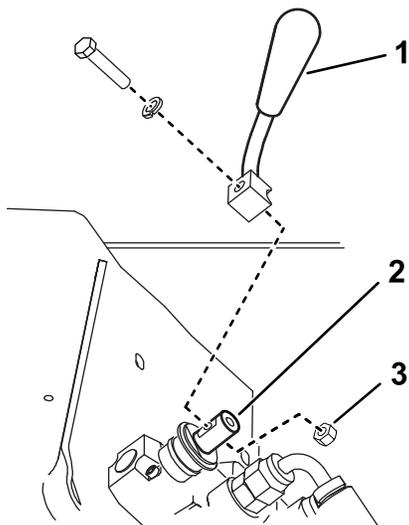

図 3
2. ボルト、ロックワッシャ、ナットを使って、レバーを速度セクタに **図 3** のように固定する。